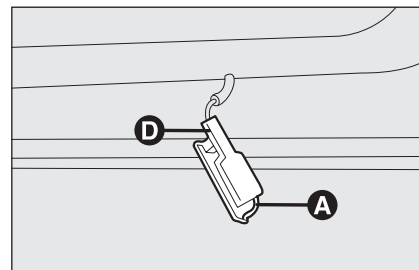

fig. 36
LUCI POZZANGHERA (dove previsto) fig. 36
- estrarre la plafoniera spingendo con un cacciavite sulla molletta **A**-fig. 36;
- rimontare la plafoniera inserendola prima dal lato **D**-fig. 36 e quindi premendo sull'altro lato fino ad avvertire lo scatto di blocco della molletta.